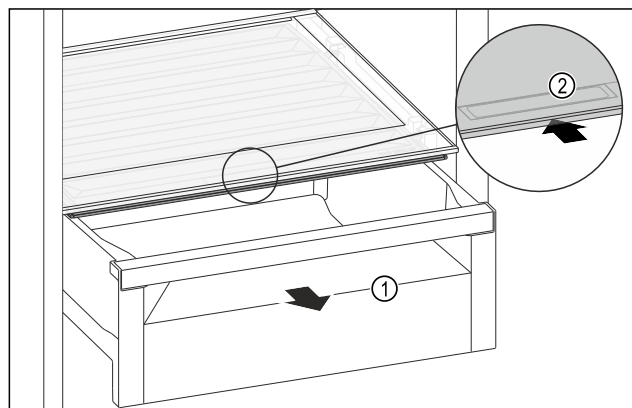

Fig. 125
- Schuifvak Fig. 125 (1) uittrekken.
- Greeplijst Fig. 125 (2) op het vakdeksel vastpakken en het vakdeksel gelijktijdig naar achteren schuiven.